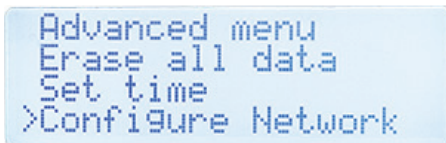

图 4-1 高级菜单
2. 同时快速按下“向左箭头”（）和“向右箭头”（）键，以在屏幕上显示**Advanced menu**（高级菜单）（参见第58页的图 4-1）。